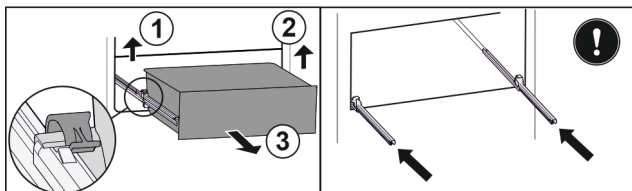

Fig. 183
- Nadvihnite ľavú svorku a súčasne ťahajte zásuvku vľavo dopredu. Fig. 183 (1)
- Nadvihnite pravú svorku a súčasne ťahajte zásuvku vpravo dopredu. Fig. 183 (2)
- Odoberte zásuvku dopredu. Fig. 183 (3)